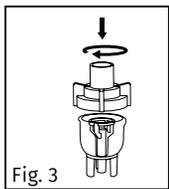

Fig. 3
5. Ruotare con cautela la parte superiore della camera di nebulizzazione in senso orario per chiudere la camera. Accertarsi che la parte superiore e inferiore della camera di nebulizzazione siano fissate saldamente (Fig. 3).